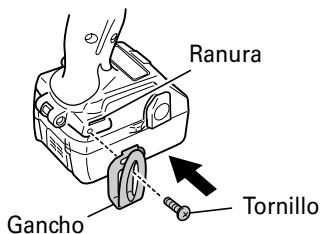

Fig. 13
- (2) Colocación del gancho y ajuste de los tornillos. Instale el gancho en la ranura de la herramienta de alimentación eléctrica de forma segura y apriete los tornillos de manera que el gancho quede firmemente sujeto. (Fig. 13)